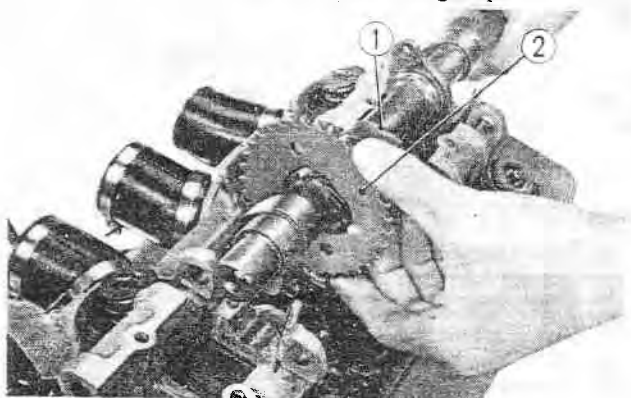

Fig. 3-26 ① Arbre à cames
6. Enlever la chaîne de distribution du pignon de came puis extraire par le côté gauche l'aube à cames du support d'arbre à cames. (Fig. 3-26)